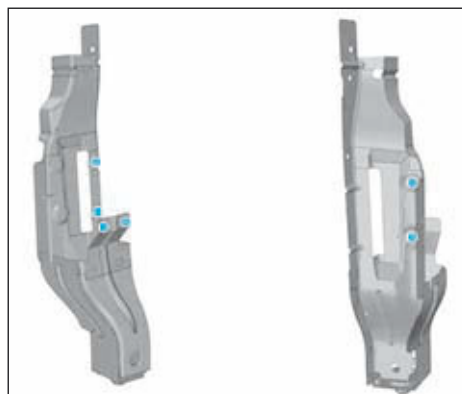

FIG.2
- Tracer puis percer pour un soudage ultérieur par points bouchons MAG les pièces neuves (Fig.2).